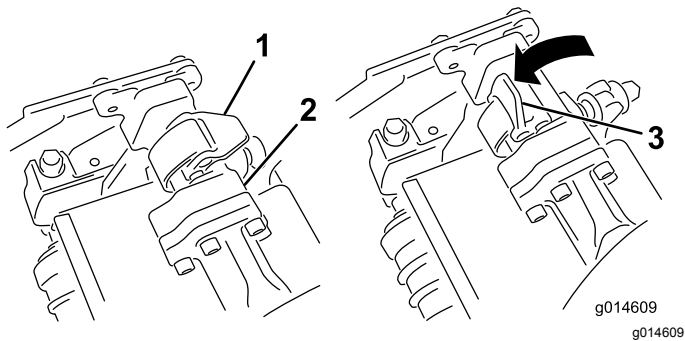
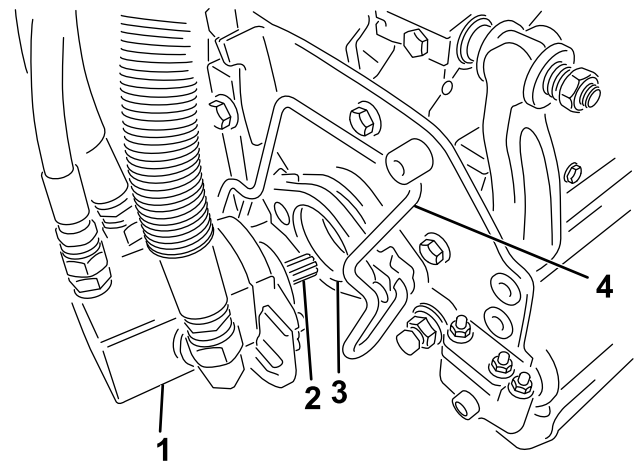

Bild 42
Bild 43
3. Die Riegel an der Aufhängearmstange müssen nach oben zeigen (d. h. offen) (Bild 42); drücken Sie den Aufhängearm dann so nach unten, dass die Stange über die Stange an der Oberseite der Schneideinheit passt (Bild 43).
- Drücken Sie die Riegel nach unten um die Schneideinheitstange herum und arretieren sie (Bild 42).
4. Öffnen Sie die Riegel an der Aufhängearmstange der Schneideinheit, die Sie entfernen möchten (Bild 42).